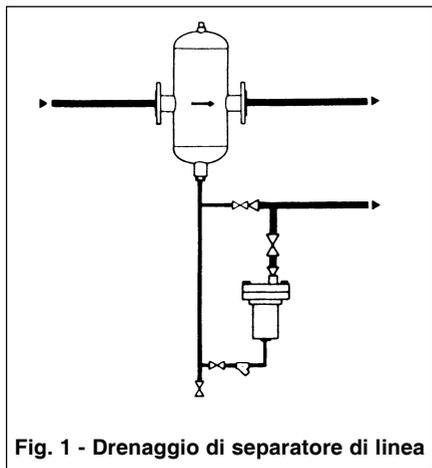

Fig. 1 - Drenaggio di separatore di linea
- 3.3** E' sempre consigliabile un filtro di protezione a monte, meglio se preceduto da pozzetti di raccolta con spurgo (fig. 1 e 2) specie in presenza di notevoli trascinamenti o alte pressioni.